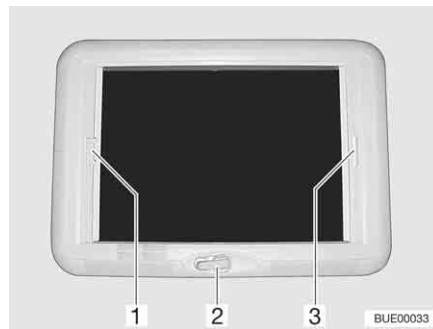

Fig. 93 Lanterneau à manivelle
- Tourner la manivelle (Fig. 93,2) jusqu'à ressentir une résistance.
- Tirer la poignée du dispositif occultant plissé (Fig. 93,3) et le relâcher lorsqu'il a atteint la position voulue. Le dispositif occultant plissé reste alors à cette position.
- Tirer sur la poignée (Fig. 93,1) de la moustiquaire jusqu'à toucher la poignée du dispositif occultant plissé (Fig. 93,3) située vis-à-vis et la faire s'enclencher.
- Appuyer sur la poignée de la moustiquaire (Fig. 93,1) vers l'arrière et le haut et décrocher la moustiquaire du dispositif occultant plissé (Fig. 93,3).